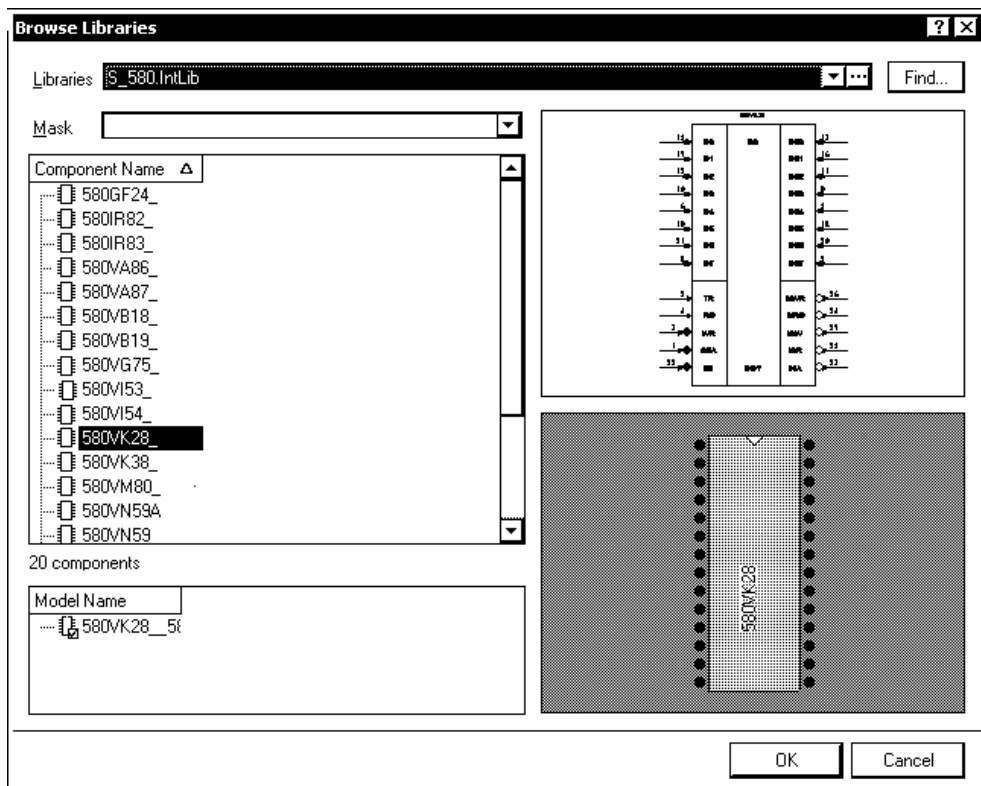

Рис. 4.3. Окно просмотра библиотек
- Для поиска новых компонентов кнопкой активизировать диалоговое окно поиска библиотек **Browse Libraries** (рис. 4.3), в которых хранится нужный компонент.
В полях окна (рис. 4.3) сгруппированы команды управления поиском и отображается информация о компонентах выбранной библиотеки: